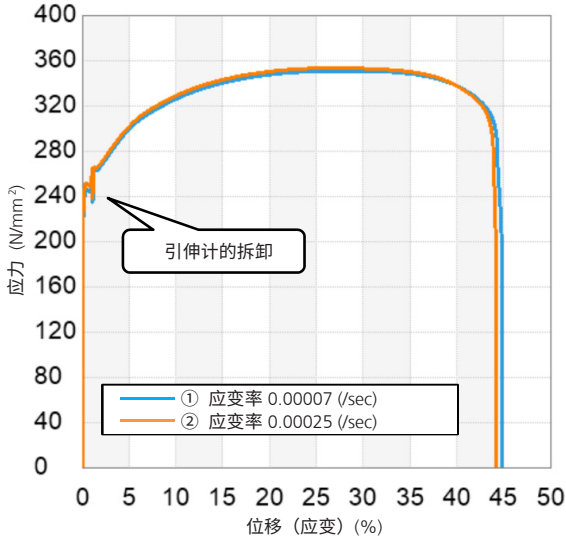

图 5 应力-应变线状图
表 4 所示为试验结果，图 5 所示为应力 - 应变线状图。采用①或②的试验速度时，检测结果相近。